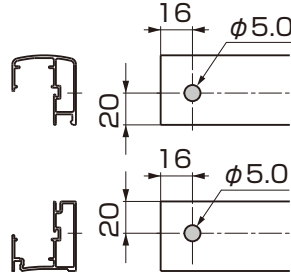

図1-2 上棧、下棧
②切断した上棧と下棧にφ5.0の穴をあけてください。(図1-2参照)